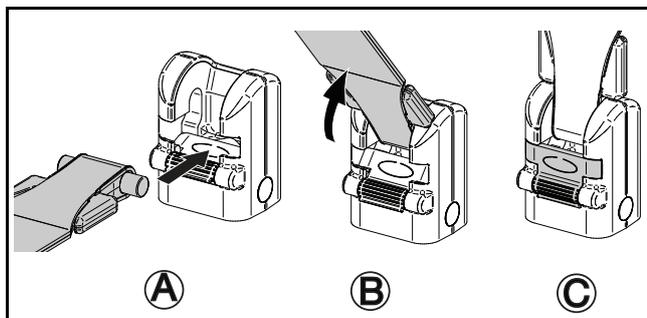

Fig. 5
- 5) Inserire la cinghia della barra per barelle con il perno nell'innesto rapido Quick Connect spingendola verso l'interno (vedere Fig. 5 A).
- 6) Ruotare la cinghia verso l'alto (vedere Fig. 5 B).
- 7) Accertarsi che la chiusura sia chiusa (vedere Fig. 5 C).